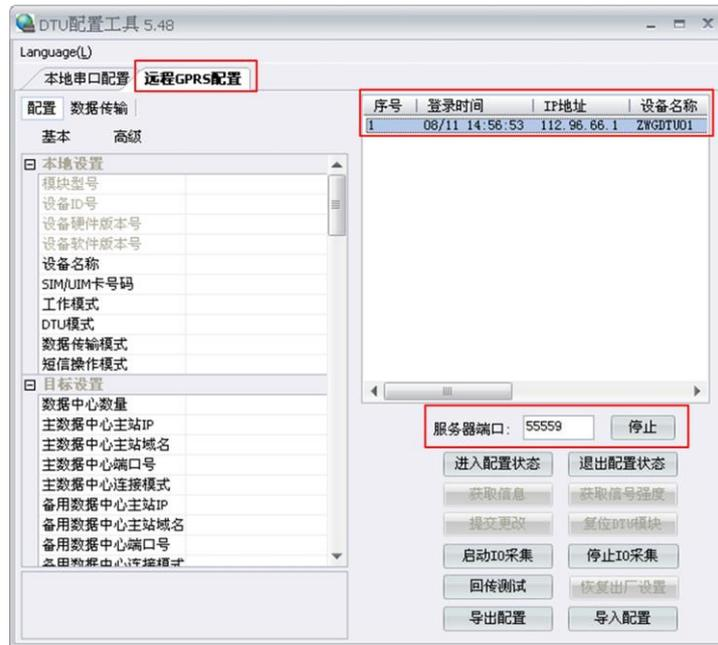

图 4.5 远程配置界面
如图 4.5 所示，远程无线配置步骤如下：
- 1) 远程配置的首要条件是 DTU 能够连接服务器并且正常的收发数据。前期准备，用配置工具建立 TCP 服务器，等待 DTU 连接；在配置工具中选择【远程 GPRS 配置】；设置服务器端口号，例如图 4.5 中端口号设置为 55559（用户根据实际值设置）；启动服务，等待用户设备连接到配置软件；
- 2) DTU 连接成功显示连接信息，单击【进入配置状态】。DTU 连接配置工具后，会显示当前的连接信息，如图 4.5 所示。有多个设备同时连接上配置工具时，请选择需要配置的设备，然后用户单击【进入配置状态】，由于网络原因，远程配置可能会比本地配置响应时间稍长，请耐心等待；